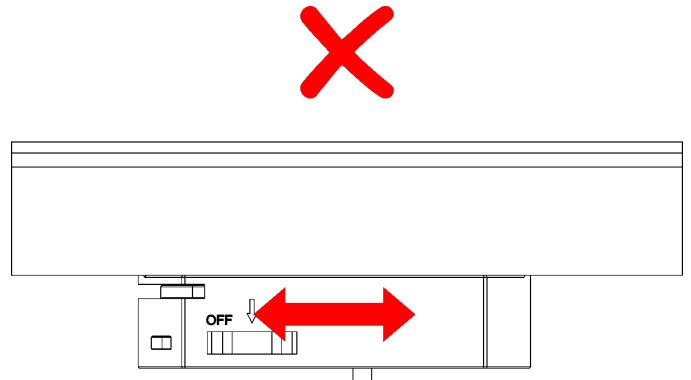

Fig. 10
**Non far scorrere l'adattatore per binario nel binario per regolare la posizione del dispositivo (vedere Fig. 10). Questo può danneggiare i connettori.**